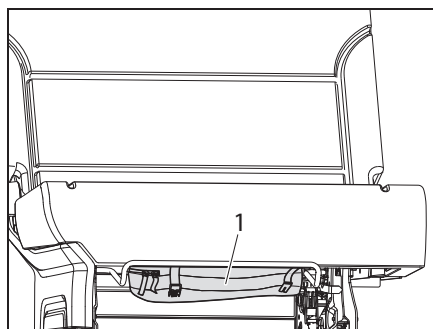

Fig. 97 Borsa degli attrezzi di bordo sotto il divanetto
- ▷ L'attrezzo per la sostituzione degli pneumatici si trova nella borsa degli attrezzi di bordo (Fig. 97,1) sotto il divanetto.